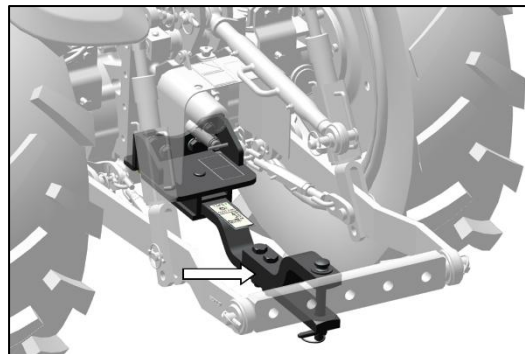

Abb. 130 – DEICHSEL
- Gezogen werden darf nur mit der Deichsel. Hängen Sie Ausrüstung niemals am Achsgehäuse oder an einem anderen Punkt als der Deichsel an (Abb. 130).